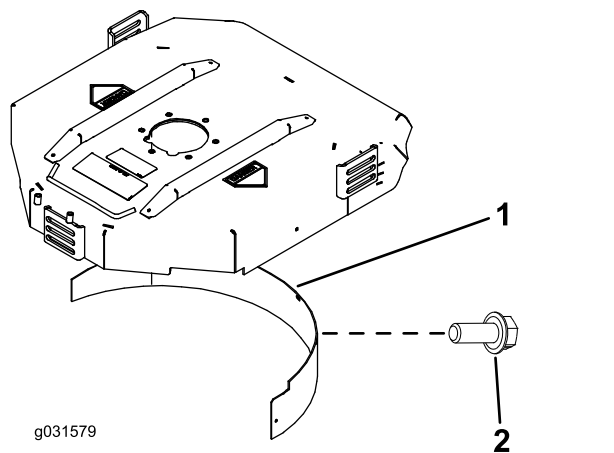

Figura 9
2. Instale o abafador de cobertura (mulch) na abertura traseira e fixe-o com cinco parafusos com cabeça flangeada (Figura 9).